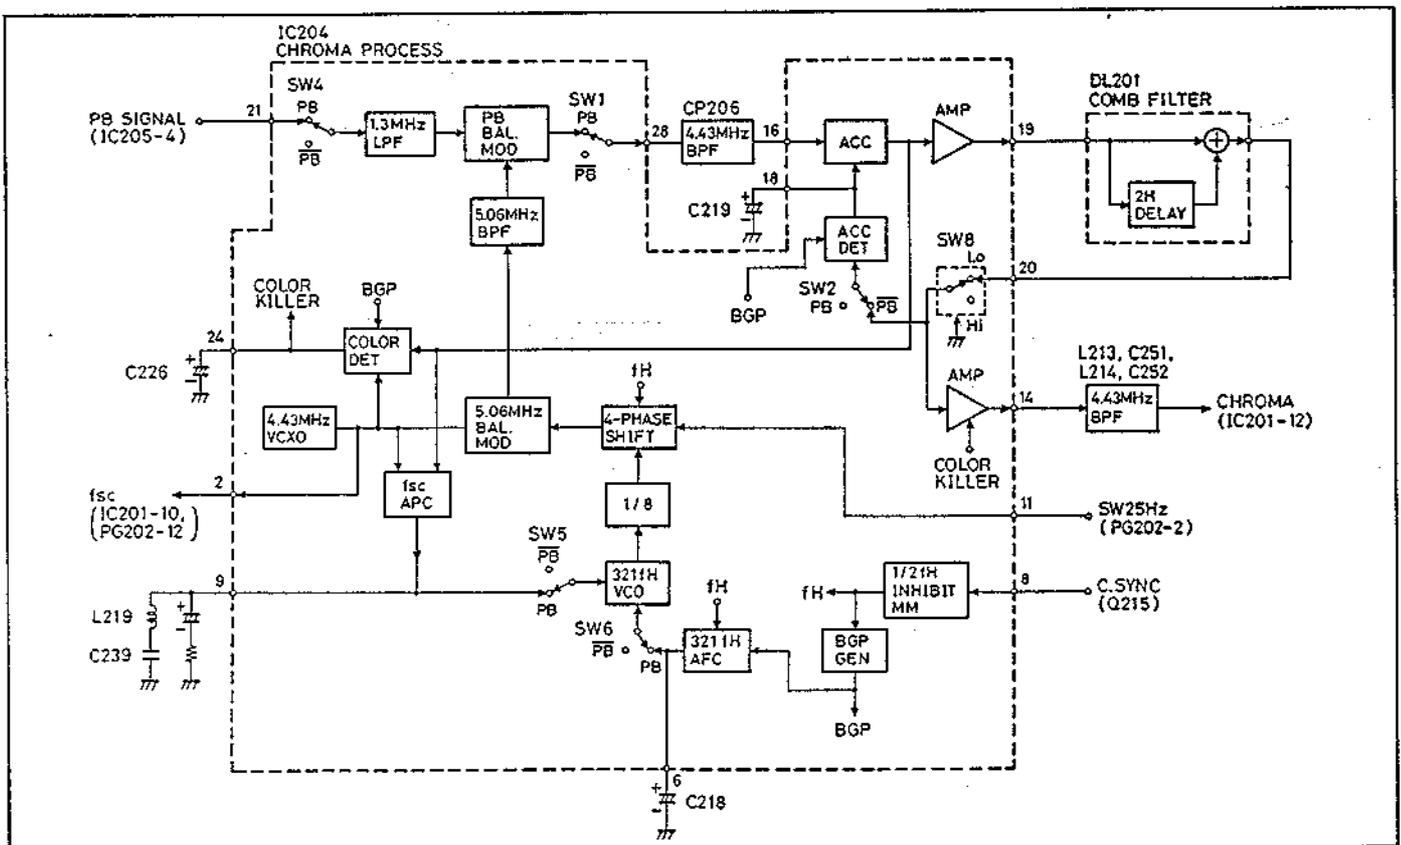

Abb. 5.27 Chrominanzsignal-Wiedergabeschaltkreis
6.2 Arbeitsweise der Schaltkreis (Abb. 5.27 bis 5.29)